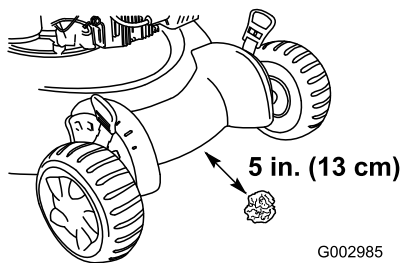

Figura 26
4. Coloque la bola de papel de periódico a unos 13 cm (5 pulg.) por delante del cortacésped (Figura 26).